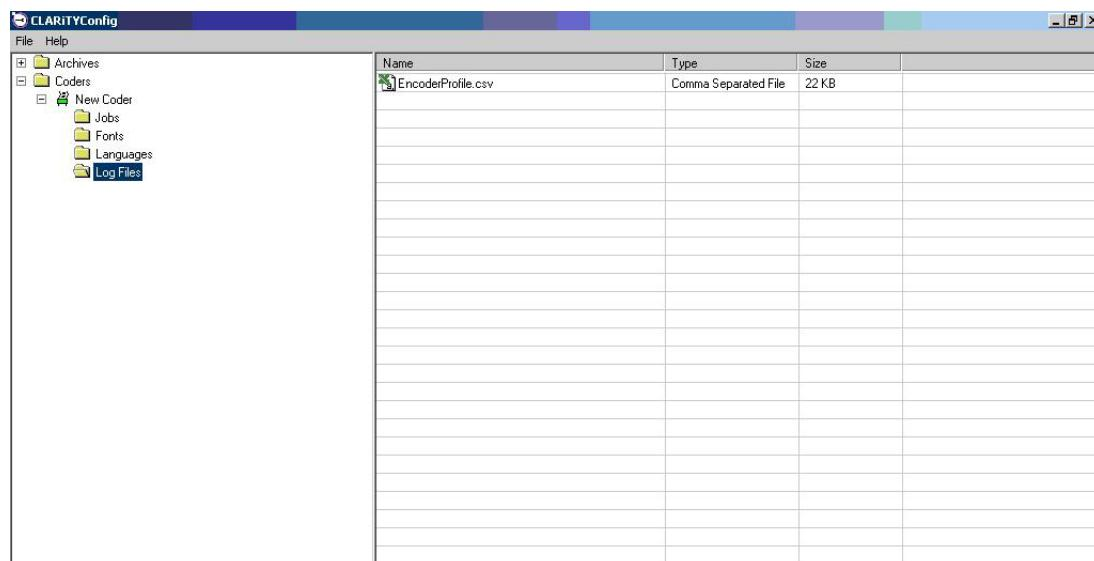

Figura 5-20: Perfiles del codificador - Archivos de registro
3. Para acceder a este archivo, seleccione la carpeta Log Files (Archivos de registro) del nuevo codificador, tal como se muestra en Figura 5-20.